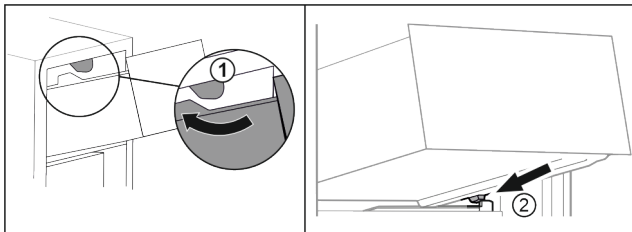

Fig. 61
- ▶ Обведите выдвижной ящик вокруг верхнего стопора. Fig. 61 (1)
- ▶ Наклоняя вниз, установите выдвижной ящик за нижние стопоры на контейнерное ребро. Fig. 61 (2)